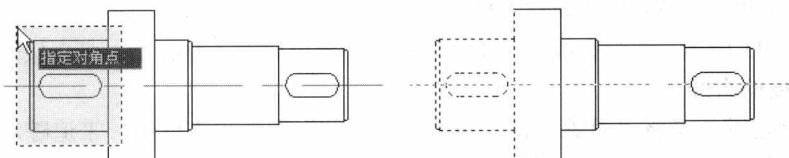

图 1-15 “窗交”选择对象
- **窗交(C)** 与窗口方式类似，通过从右到左指定一个矩形区域的两个角点来选择对象，完全落在窗口内的对象以及与窗口相交的对象都被选中，如图 1-15 所示。